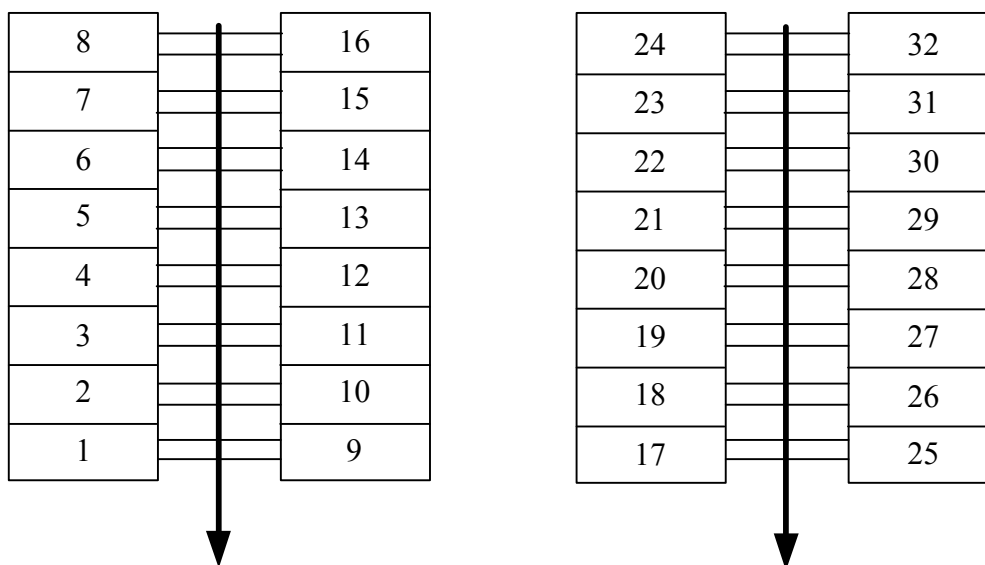

Рис. 18. Схема під'єднання бінарних виходів Пристрою до зовнішніх кіл
8.18. Під'єднати контакти вихідних реле Пристрою до кіл вимкнення вимикачів приєднань, якщо Пристрій буде діяти на вимкнення, або до кіл зовнішньої сигналізації у разі дії Пристрою на сигнал. За характером це "сухі" контакти. Схема під'єднання Пристрою до кіл вимкнення (сигналізації) наведена на рис. 18. Під'єднання необхідно виконати за допомогою